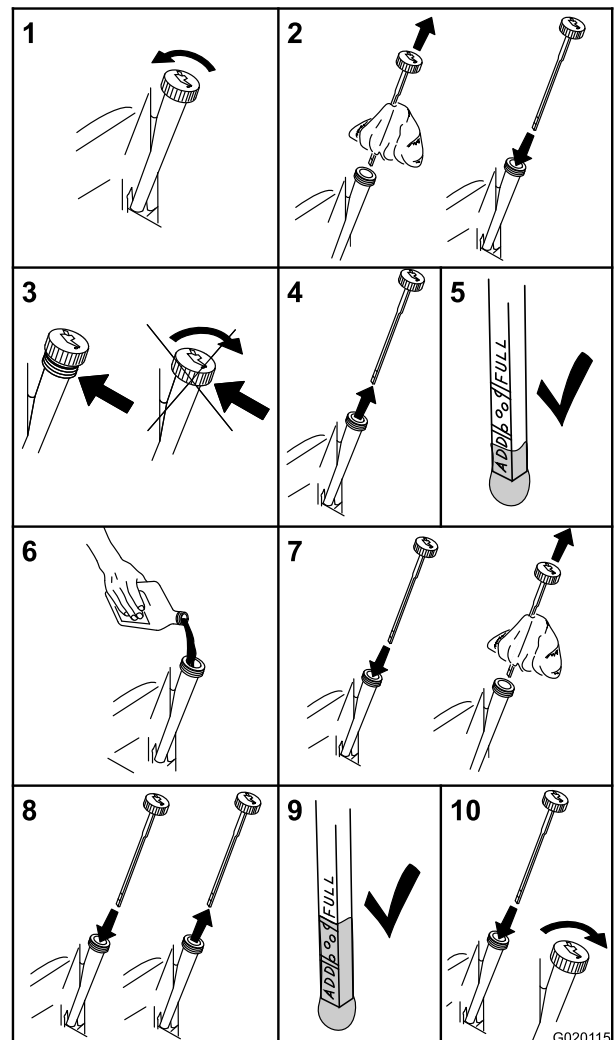

Figura 31
3. Para que no entre suciedad, recortes de hierba, etc., en el motor, limpie la zona alrededor del tapón de llenado/varilla de aceite antes de retirar éste (Figura 31).